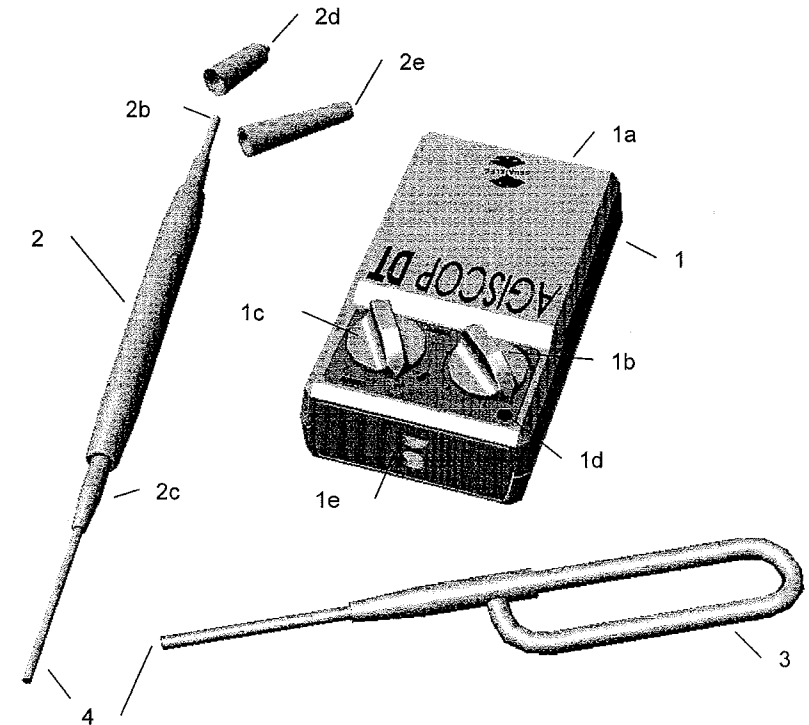

ABBILDUNG 1: BESCHREIBUNG DES AGISCOP DT GOLD - SILBER.
Der AGISCOP DT setzt sich zusammen aus einem Grundgehäuse (1), einem Suchgriffel mit Doppelelektrode (2), eine Körperkappe (2d) und einem Neutralelektrodengriff (3), die durch zwei Elektrodenkabel verbunden werden (4) (siehe ABBILDUNG 1).